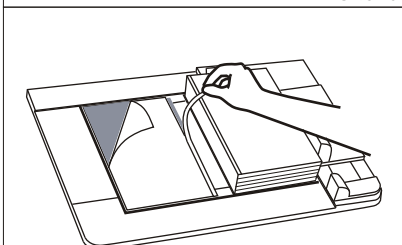
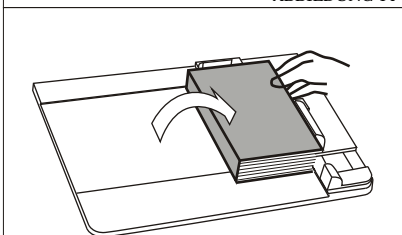

ABBILDUNG 14
ABBILDUNG 15
5. Lösen Sie nun die Klebestreifen von der linken Seite des Hardcover™ Umschlages (siehe Abbildung 14) und ziehen den Umschlag rüber zur rechten Seite. Achten Sie hierbei darauf, dass der Einband bündig mit den violetten Anlagevorrichtungen oben und rechts abschließt (siehe Abbildung 15). Nehmen Sie nun das fertige Buch aus dem Bindepult und streichen Sie über das Vorsatzpapier, damit es fest mit der Klebefläche verbunden ist - fertig ist die Hardcover™ Premiumbindung.